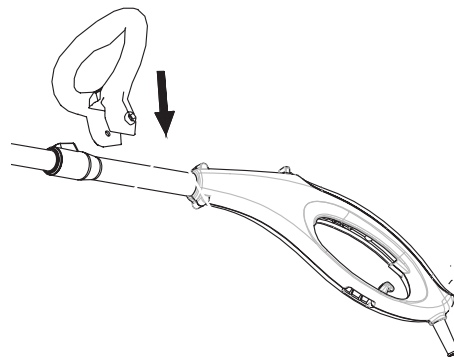

Fig. 3
2. Placez la poignée sur la partie haute du manche (Il peut être nécessaire de forcer un peu) Fig. 3